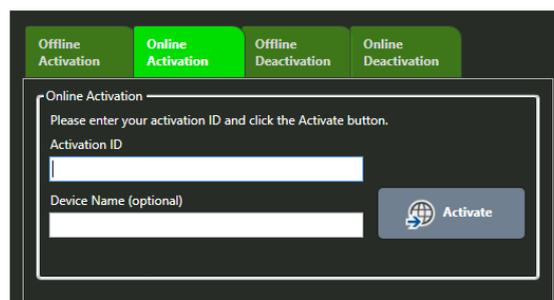

Figure 3. *Online activation* tab.
1. *Select* -> **Online Activation** tab (Figure 3).